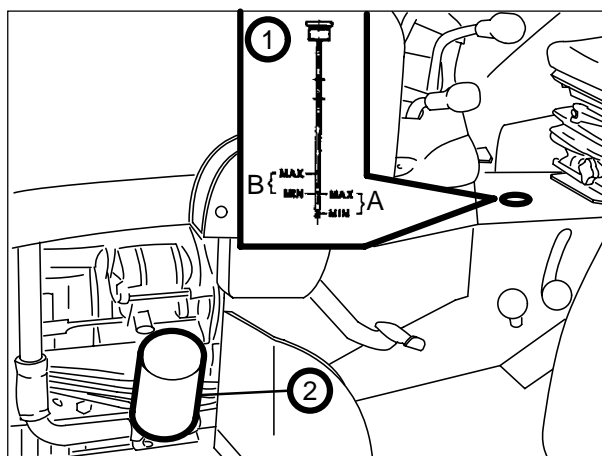
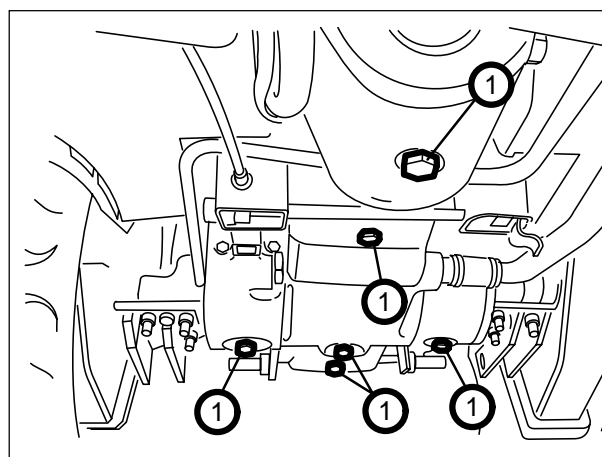
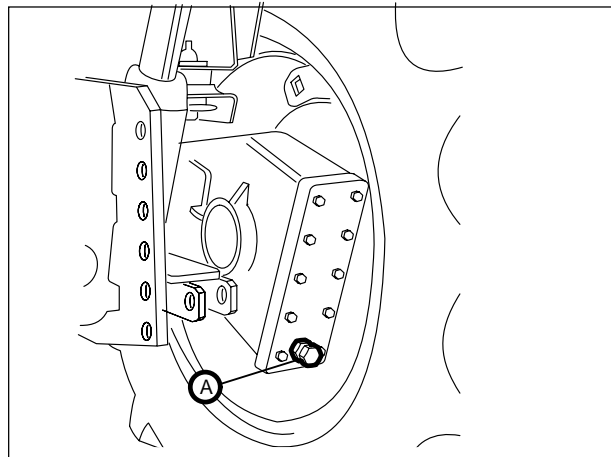

Fig. 42. Manutenção da transmissão e dos circuitos hidráulicos de direcção e do elevador.
Fig. 43. Manutenção da transmissão e dos circuitos hidráulicos de direcção e do elevador.
Fig. 44. Redutores traseiros.
O nível do óleo deve estar entre as marcas de mínimo e máximo presentes na vareta (1. Fig. 42) com os braços do elevador completamente levantados. Se for necessário, ateste usando óleo de tipo recomendado.
2. Remova o tampão de enchimento (1. Fig. 42) posto por baixo do revestimento da plataforma e os tampões de descarga (Fig. 43) postos por baixo do cárter da transmissão. Remova também os dois tampões de descarga dos redutores finais traseiros (Fig. 44).